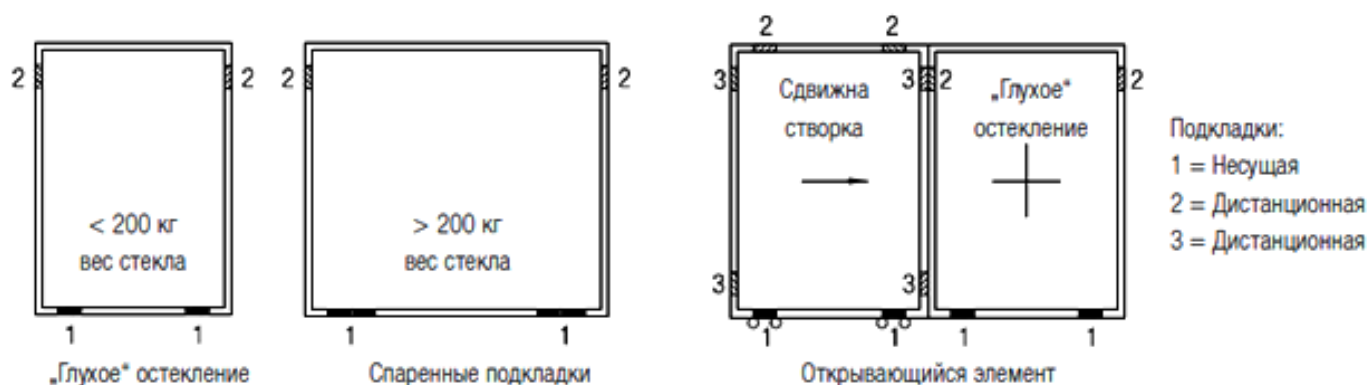

Рис. 9. Установка подкладок при монтаже стеклопакета.
9. Силами не менее двух человек установить стеклопакеты в глухую створку и активные створки на дистанционные подкладки. При установке с/п в активную створку, створка должна быть в закрытом положении. Схема установки подкладок указана на рис. 9. При размерах стеклопакетов более 1300мм в створки ставятся дополнительные дистанционные подкладки, например в области ручек и напротив мест запирания. Несущие подкладки сдвижной створки должны устанавливаться строго над роликами, при наличии спаренных роликов — посередине спарки. Установить штапики сначала короткие, затем длинные. Установка подкладок указана на рис. 9.